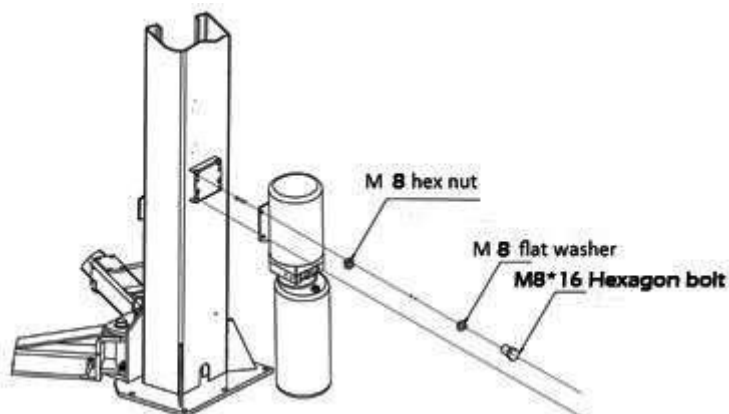

Fig.9
Passo 7: Monte a unidade de energia na coluna lateral de energia. (Fig. 9)